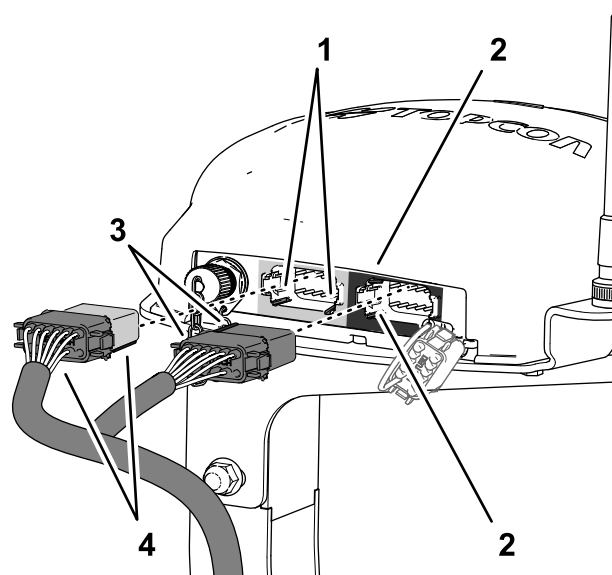

Figura 198
3. Alinhe as 2 abas no lado comprido do conector de 12 tomadas cinzento e preto da cablagem dos dados com as 2 ranhuras para abas na parede horizontal inferior do conector de 12 pinos esquerdo (cinzento) do receptor de navegação (Figura 198).
4. Ligue o conector de 12 tomadas cinzento e preto da cablagem dos dados ao conector de 12 pinos esquerdo (cinzento) do receptor de navegação até o conector ficar preso com firmeza (Figura 198).
5. Alinhe as 2 abas no lado curto do conector de 12 tomadas preto da cablagem dos dados com as 2 ranhuras das abas na parede vertical esquerda do conector de 12 pinos direito (preto) do receptor de navegação (Figura 198).
6. Ligue o conector de 12 tomadas **preto** da cablagem dos dados ao conector de 12 pinos **esquerdo (preto)** do receptor de navegação até o conector ficar preso com firmeza (Figura 198).